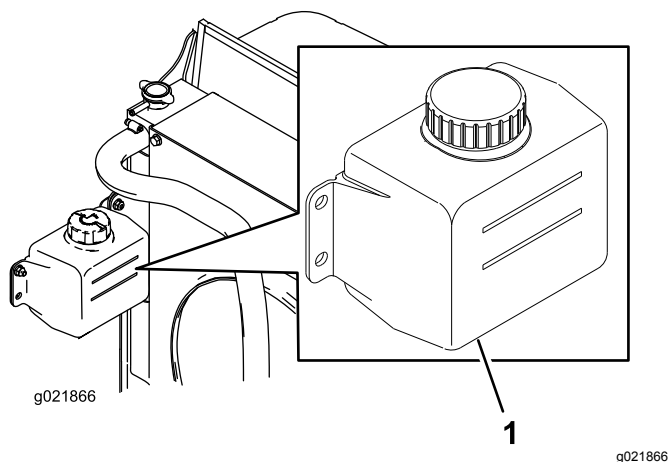

Figura 78
1. Verifique o nível de líquido de arrefecimento do depósito secundário (Figura 78).